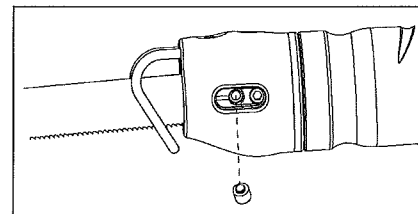

Figure 3: Ställa in skruvlinjering
6. Dra åt den främsta stoppskruven till 15-20 in-lbs. Om du använder en 6"-klinga måste denna stoppskruv vara i linje med hålet i sågklingan. (fig. 3)